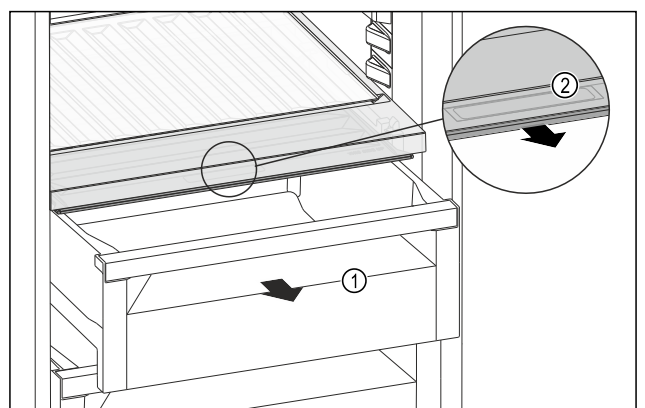

Fig. 214
- Estrarre il cassetto Fig. 214 (1).
- Afferrare la maniglia incassata Fig. 214 (2) sul coperchio dello scomparto e tirare allo stesso tempo in avanti il coperchio dello scomparto.